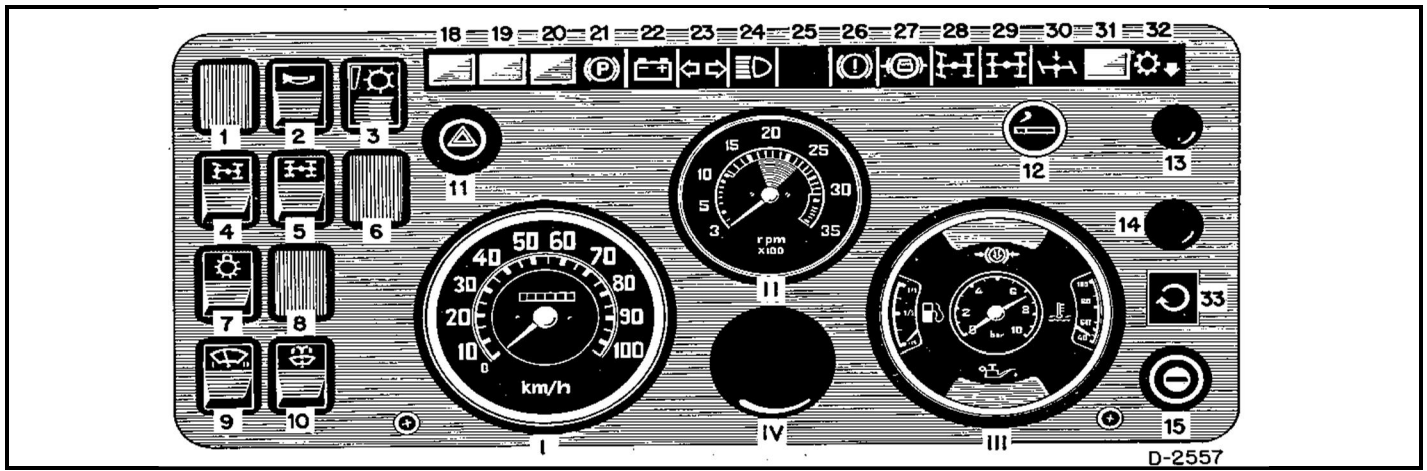

Figure 1 : Tableau de bord de la CITROEN « Axel »,
Le tableau de bord de la **CITROEN « Axel »**, de Monsieur **NKEMI Pierre**, comporte des interrupteurs, les instruments et les voyants de renseignement. La **figure 1** ci-dessous est le tableau de bord du véhicule de votre client.
I.1.3 Après la dépose du tableau de bord du véhicule de votre client, vous constatez que certains éléments repérés I ; II ; 5 ; 21 ; 22 et 24 de la **figure 1** ci-dessus sont défectueux. Pour chacun des éléments repérés dans le **tableau 1** ci-dessous, rechercher le nom de l'organe, une panne possible et un contrôle possible. **(6pts)**